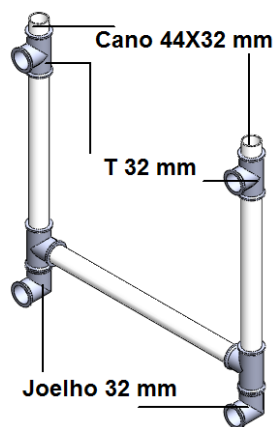

Figura 43. Montagem Final – Passo 16
- Passo 16: Junte 2 canos 44X32 mm, 2 conexões “Joelho 32 mm” e 2 conexões “T 32 mm” ao conjunto montado no passo 15, como mostrado na figura 43 (1 unidade);